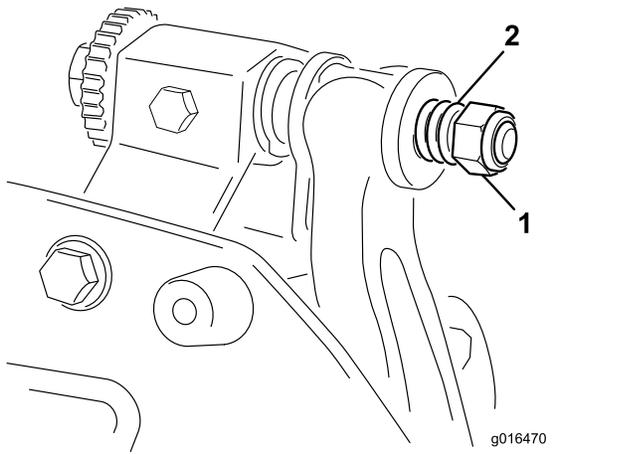

Bild 17
6. Ziehen Sie die Federspannungsmutter an, bis die Feder zusammengedrückt ist, drehen Sie sie dann eine 1/2 Umdrehung heraus (Bild 17).